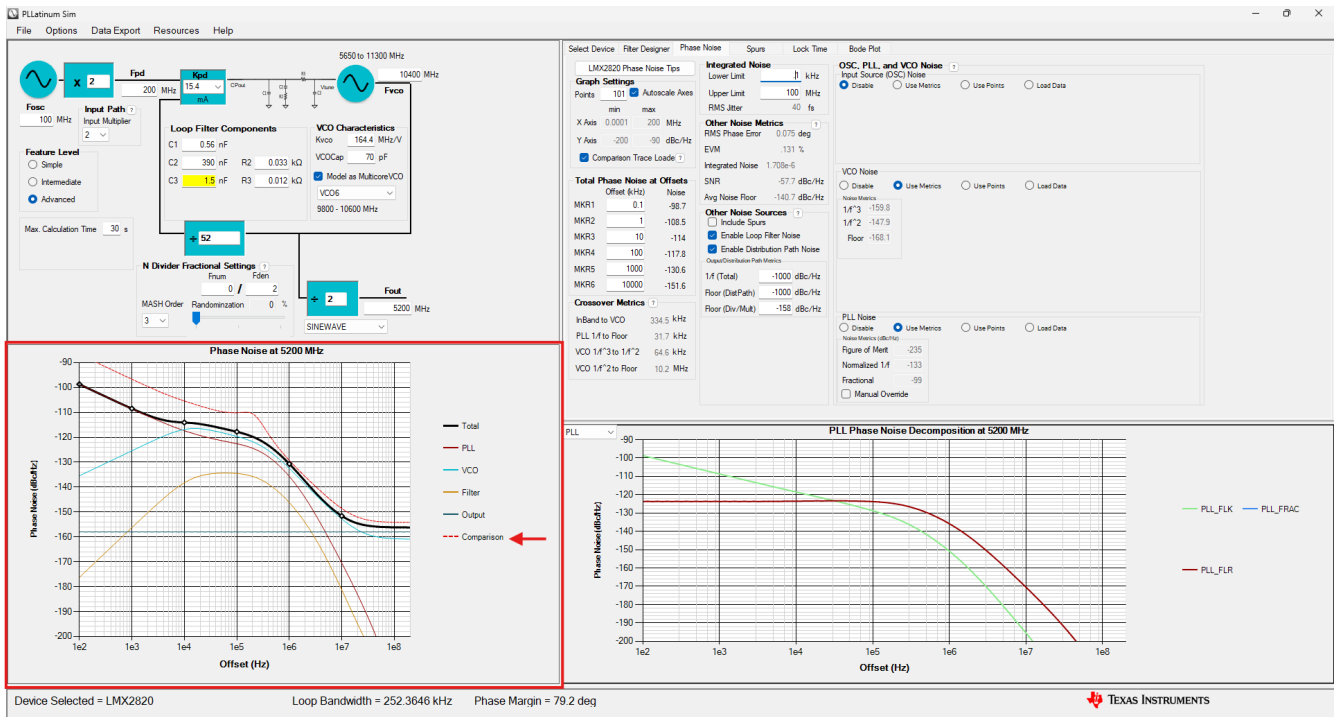

图 11-2. PLLatinum Sim 迹线比较
3. 出现弹出窗口时，导航至转换器相位噪声曲线所在的文件夹，然后选择该文件。转换器的相位噪声曲线将出现在 PLLatinum Sim 的左下方图中，标记为比较，并用红色虚线表示，如图 11-2 所示。